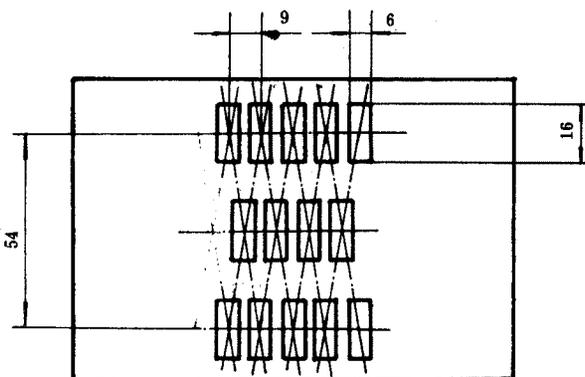
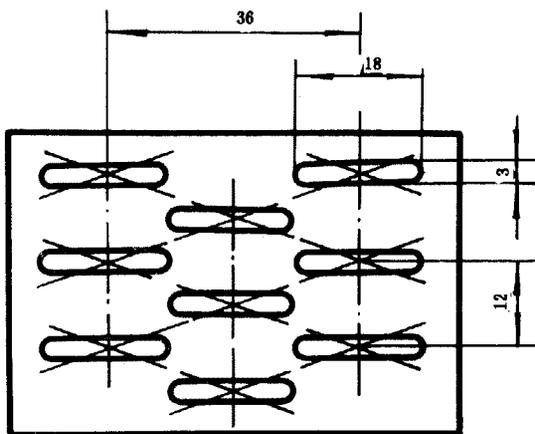

图 14 LC 6×16 Z 9×54定向 1
图 15 LR 3×18 Z 12×36定向 2
4.5.3 按U型和Z型排列，孔形LR和LC，长孔宽度方向与板长边平行，为“定向1”，如图14所示，长孔宽度方向与板短边平行，为“定向2”，如图15所示。